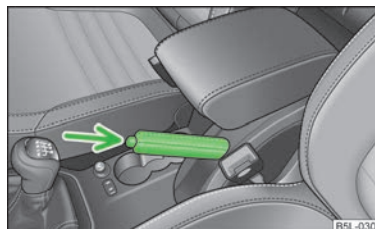

Fig. 96
- Levantar un poco la palanca del freno de mano y pulsar **a la vez** el botón de bloqueo » fig. 96.